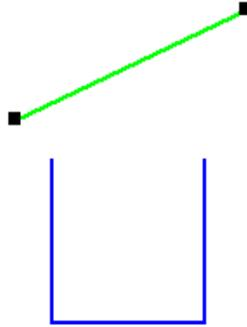

Рисунок 28. Выделение отрезка.
3. Представьте, что вам нужно поместить отрезок так, чтобы на чертеже получился правильный квадрат. Выделите отрезок, один раз щелкнув на нем кнопкой мыши. Отрезок подсветится зеленым цветом, а на его концах появятся характерные точки (рис. 28). У этого отрезка только две характерные точки – начальная и конечная.